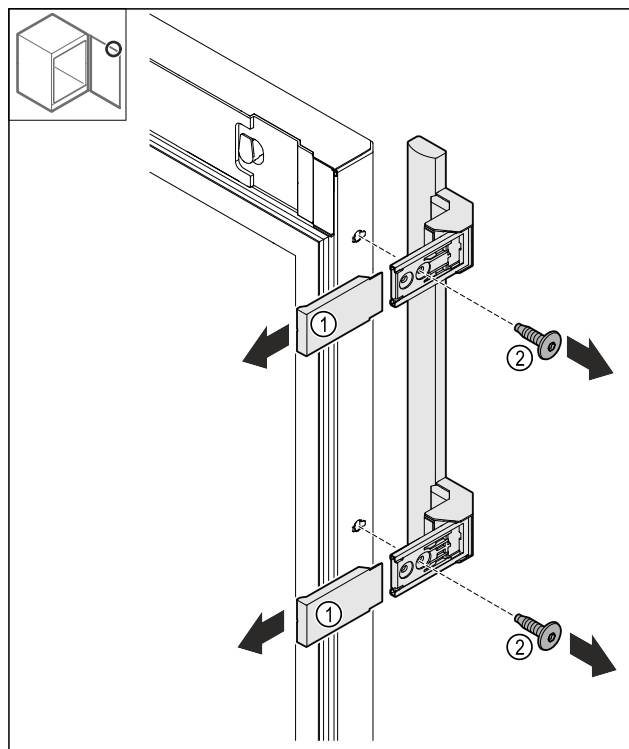

Fig. 26
- Зніміть накладки Fig. 26 (1).
- Викрутіть гвинти Fig. 26 (2).